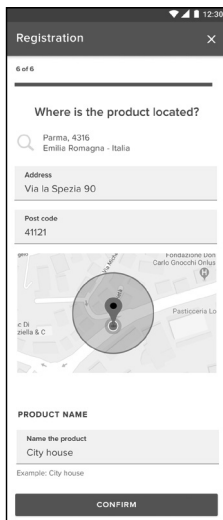

РИС. 8
- Прикоснитесь к «линзе» (рис. 8), чтобы выбрать правильный адрес.